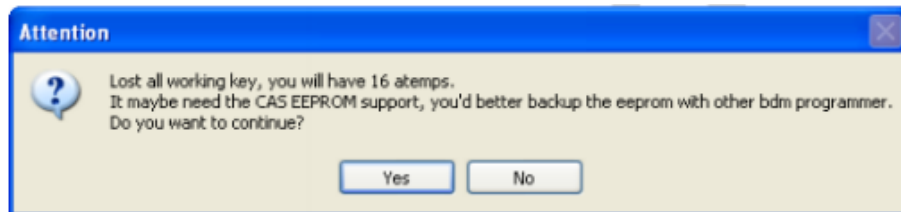
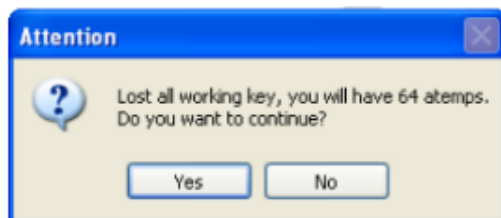

IMAGEN 5.14
IMAGEN 5.15
- Bajo la función de “Lost All Key” para CAS3+ versión encriptada (y también en la función “File Make Key”) obtendrá una ventana como la de la **(IMAGEN 5.14)** o **(IMAGEN 5.15)**: Para el CAS3+ versión encriptada, cuando todas las llaves se perdieron existe un procedimiento especial para hacer una llave funcional (esta procedimiento probablemente necesite que se cargue el dump de la EEPROM). Insertando la llave temporal al switch de ignición y tratar de encender. La **(IMAGEN 5.14)** es la ventana para el CAS3+ versión encriptada (no ISTAP), por lo menos intente encender 16 veces. La **(IMAGEN 5.15)** es la ventana para la versión ISTAP, por lo menos intente encender 64 veces. Atención: Para la versión ISTAP, hay algunos vehículos en donde no se puede encontrar la combinación de datos útiles después de intentar encender 64 veces, ya que el CAS perdió cierta información verificada, necesita seleccionar “File Make Key->Known ISN” para hacer una llave funcional.